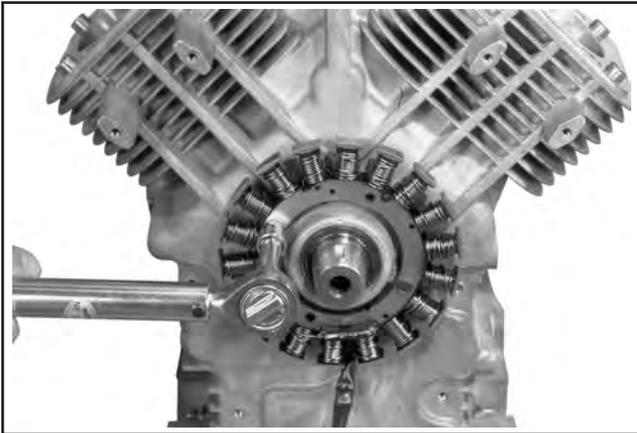

Abbildung 11-23. Anzug der Statorschrauben.
3. Die beiden geflanschten Sechskantschrauben montieren und auf **6,2 N·m (55 Zoll lb)** anziehen. Siehe Abbildung 11-23.